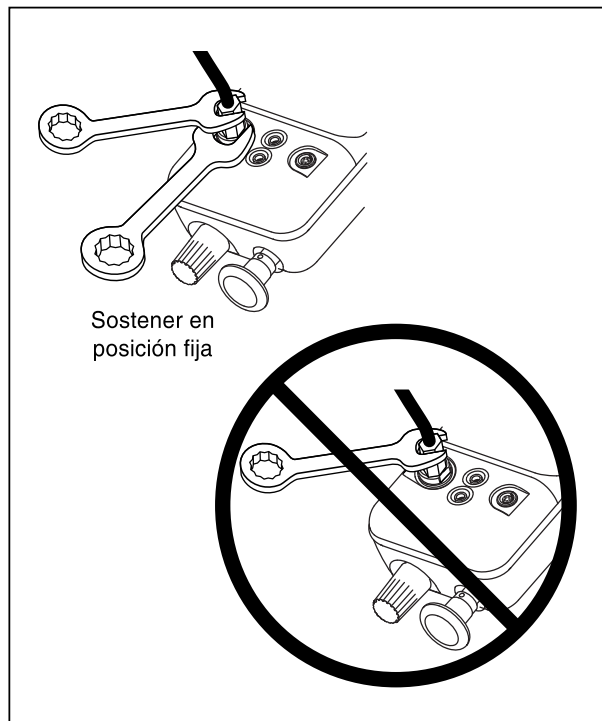

Figura 1. Técnica de conexión
- No aplique un par de torsión entre el accesorio de presión y la caja del calibrador. Consulte la Figura 1 para obtener indicaciones sobre el uso correcto de las herramientas.